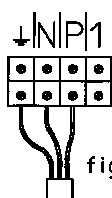

figure 4
- Brancher le connecteur selon le schéma (figure 4)